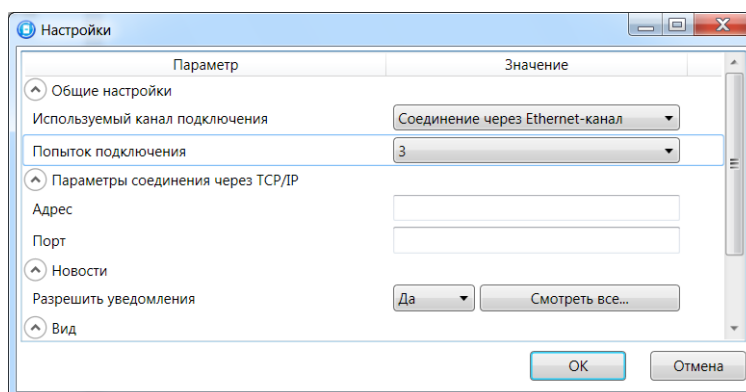

Рис. 7.3. Параметры подключения по каналу Ethernet
1. Щелкните левой кнопкой мыши по меню *Настройки* в основном окне программы *Конфигуратор Профессионал*, в результате чего откроется окно *Настройки* (рис. 7.3).
2. В поле *Используемый канал подключения* выберите *Соединение через Ethernet-канал*. Укажите количество попыток подключения, IP-адрес и TCP/IP-порт (9000) подключения к контроллеру в соответствующих полях и нажмите кнопку *ОК* (рис. 7.3).